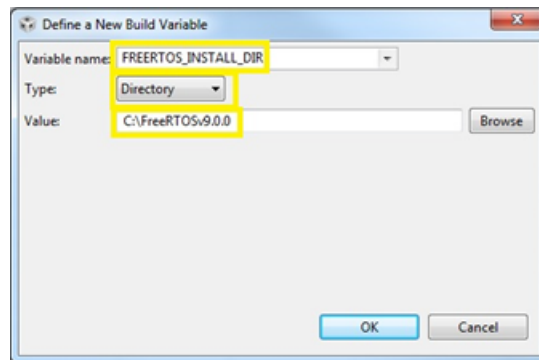

图 33. CCS 中的 FreeRTOS 支持 (2/2)
- 将值 (Value) 更改为 <FreeRTOS 安装路径>, 然后按下确定 (OK) (请参见图 33)。